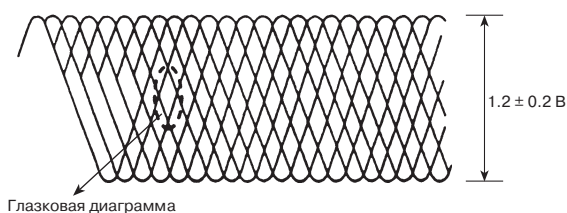

Рис. 10. Форма волны высокочастотного EFM-сигнала
*Проверка уровня высокочастотного EFM-сигнала.* При этой проверке к контрольной точке ВЧ-сигнала (EFM) подключается осциллограф с входным сопротивлением не менее 10 МОм и устанавливается на воспроизведение тестовый компакт-диск. Проверяется форма и качество высокочастотного EFM-сигнала (рис. 10). Размах сигнала должен быть около 1,2 В, а глазковая диаграмма должна представлять собой четкое изображение ромба.
*Регулировка смещения в петле фокусировки.* При регулировке смещения в петле фокусировки изменяется режим работы дифференциального усилителя, формирующего сигнал ошибки  $(A + C) - (B + D)$ . Для проведения работ следует установить на воспроизведение тестовый диск, а затем с помощью осциллографа наблюдать форму волны EFM-сигнала в контрольной точке (рис. 10). Необходимо, чтобы сигнал был симметричным с максимальной амплитудой. Если это условие не выполняется, то возможно, что напряжение смещения в петле фокусировки установлено неправильно и его следует отрегулировать имеющимся в схеме переменным резистором. Заметим, что в некоторых схемах применяется автоматическая подстройка указанного параметра и подобный резистор отсутствует.